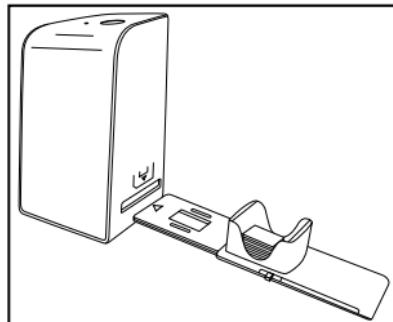

Figura 2
- ◆ Coloque las diapositivas del lado correcto en el alojamiento previsto del cargador de diapositivas ❶. Según el tamaño, pueden colocarse aprox. 10-12 diapositivas en el cargador de diapositivas.
- ◆ Introduzca el cargador de diapositivas ❶ con la mirilla primero en la ranura ❷ derecha. Al hacerlo, observe que la marca triangular esté hacia delante y sea visible (consulte la figura 2). Con el desplazador situado en el lateral del cargador de diapositivas ❶ se introducirán en el escáner una a una las diapositivas que se encuentren en el alojamiento.